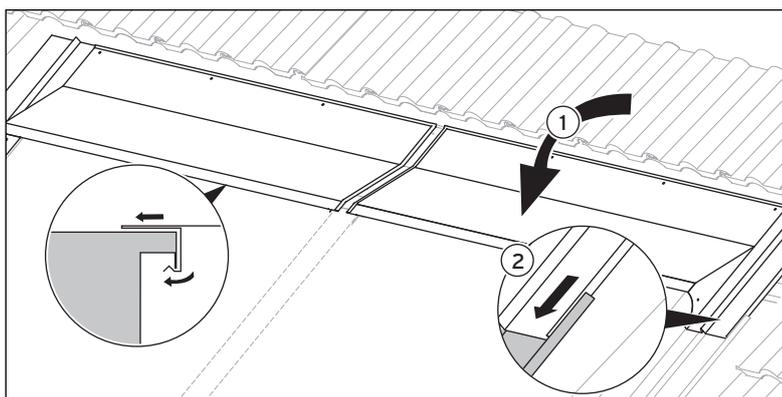

Fig 5.26 Colocar las planchas del tejado
- Sujete todas las planchas del tejado con los tornillos número 1 (→ **tabla 5.2/5.4**) a los listones del tejado con la ayuda del atornillador Torx (1).
- Tome la cantidad necesaria de empalmes superiores de la plancha del tejado (→ **tabla 5.1/5.3, pos. 11**). Entre cada plancha del tejado derecha, izquierda y central debe atornillarse un empalme superior de la plancha del tejado.
- Fije todos los empalmes superiores de la plancha del tejado (2) con dos tornillos número 4 (→ **tabla 5.2/5.4, pos. 3**) en fig 5.26, y un tornillo número 1 (→ **tabla 5.2/5.4, pos. 4**) en la fig. 5.26, con la ayuda del atornillador Torx por encima de la junta de la plancha del tejado.